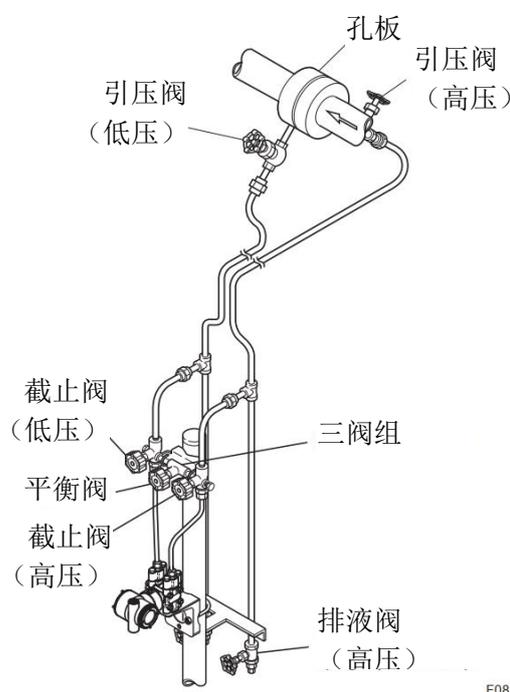

图 8.1 液体流量测量
本节描述了在测量液体流量时，EJX 多变量变送器的操作步骤，如图 8.1 所示（垂直配管型，高压连接在右侧）。
- 由于图 8.1 的示例中的管道是自动排气的，因此不需要进行排气操作。如果无法使管道自动排气，请参考第 8.5 小节中的说明。即使在排气后，保持平衡阀打开。